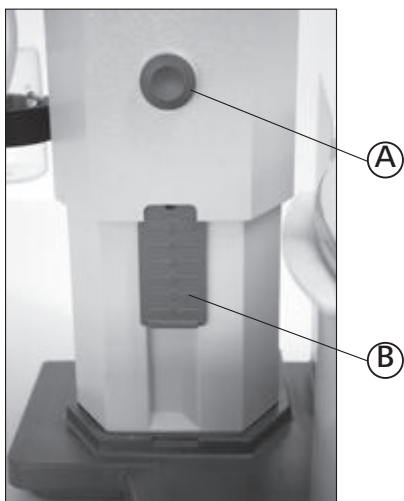

Fig. 18
- ☞ 调节升降终点限制装置 (A) 时，只需仪器前部的按钮 (B) (Fig. 18)；